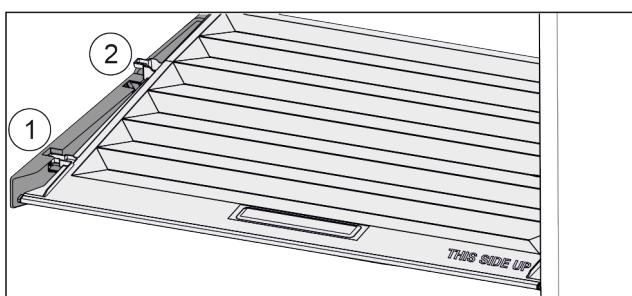

Fig. 38
- ▶ Poklopac do otvora u pridržnim dijelovima povucite prema naprijed Fig. 38 (1).
- ▶ Podignite ga odozdo sa stražnje strane i izvadite prema gore Fig. 38 (2).